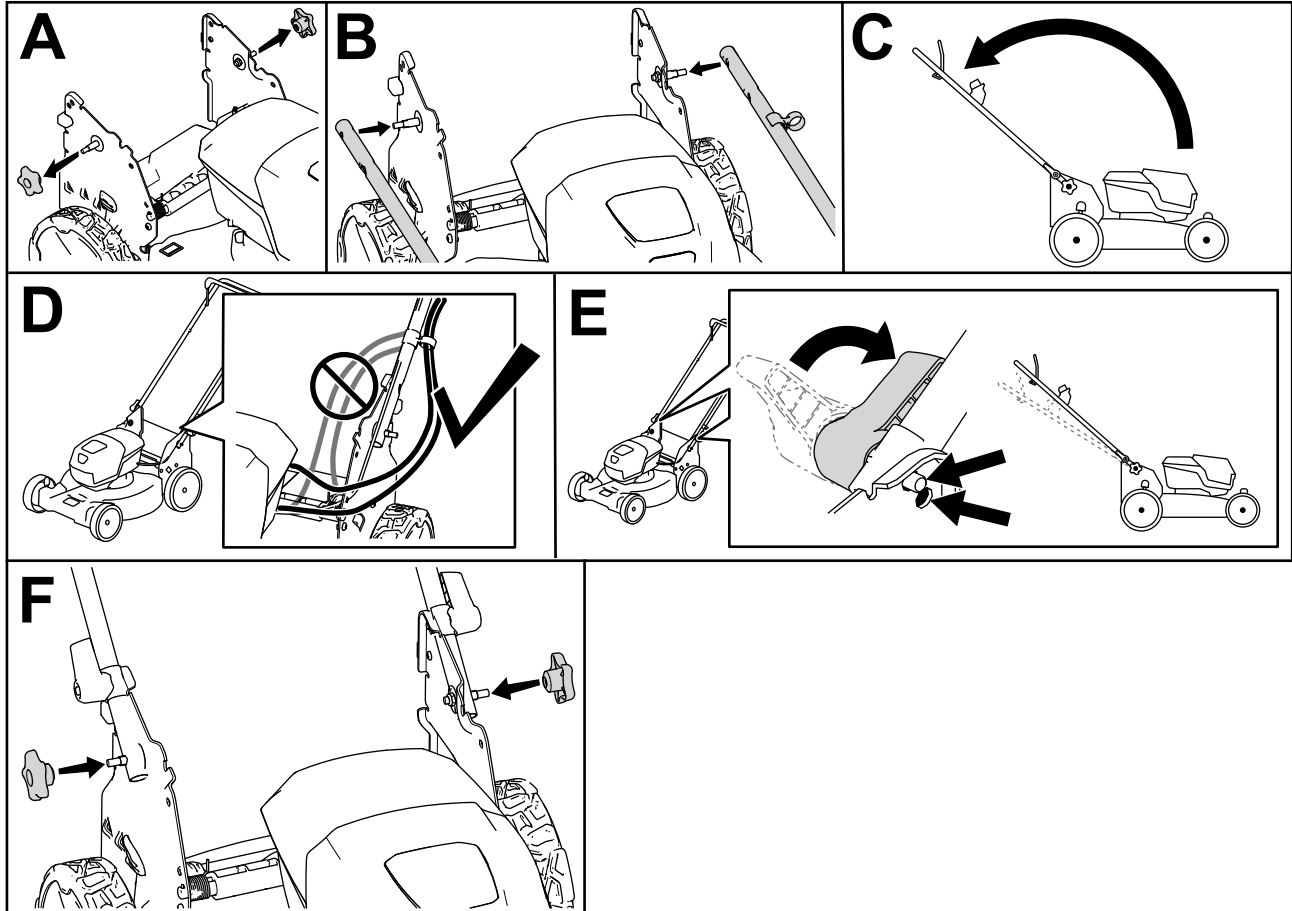

Figura 4
1. Retire los pomos del manillar (Figura 4, A).
2. Usando los orificios de los extremos del manillar, sujete el manillar a la máquina (Figura 4, B).
3. Mueva el manillar hacia atrás a la posición de uso (Figura 4, C).
4. Asegúrese de colocar los cables en el exterior del manillar (Figura 4, D).
5. Mueva las palancas de bloqueo del manillar hasta que el pasador se enganche en su sitio, para bloquear el manillar en la posición de uso (Figura 4, E).
6. Fije los pomos a los pernos del manillar para fijar el manillar (Figura 4, F).